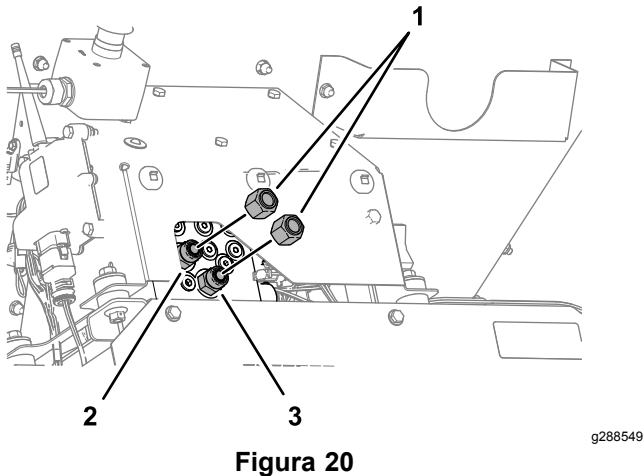

Figura 20
1. Retire as tampas das uniões na porta T e porta P do coletor hidráulico (Figura 20).